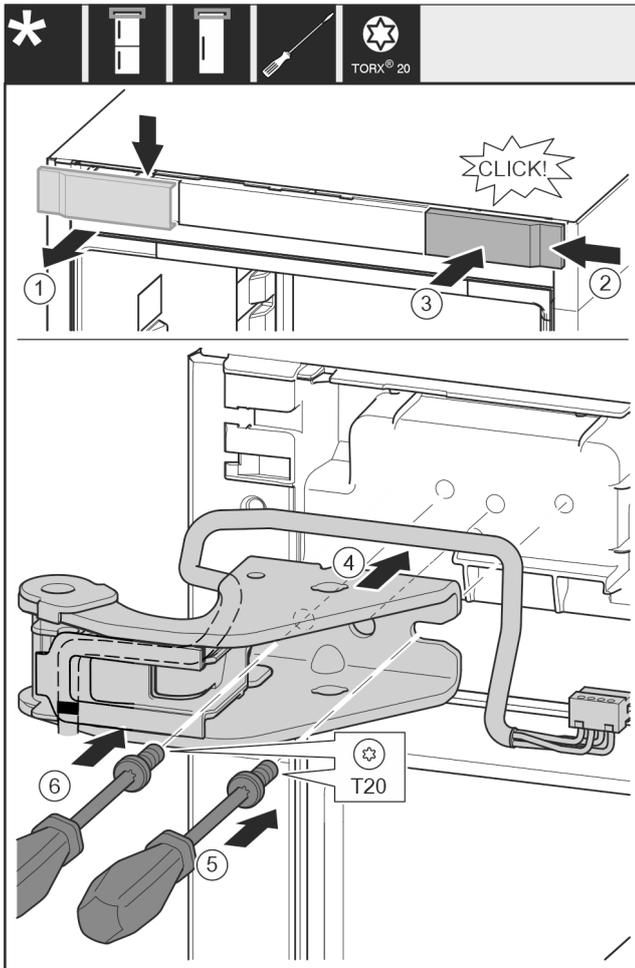

Fig. 20
- ▶ Abdeckung von oben nach vorne abnehmen. Fig. 20 (1)
- ▶ Abdeckung um 180° gedreht auf der anderen Seite von rechts einhängen. Fig. 20 (2)
- ▶ Abdeckung einrasten. Fig. 20 (3)
- ▶ Oberen Lagerbock ansetzen. Fig. 20 (4)
- ▶ Schraube mit Schraubendreher T20 ansetzen und festdrehen. Fig. 20 (5)
- ▶ Schraube mit Schraubendreher T20 einsetzen und festdrehen. Fig. 20 (6)